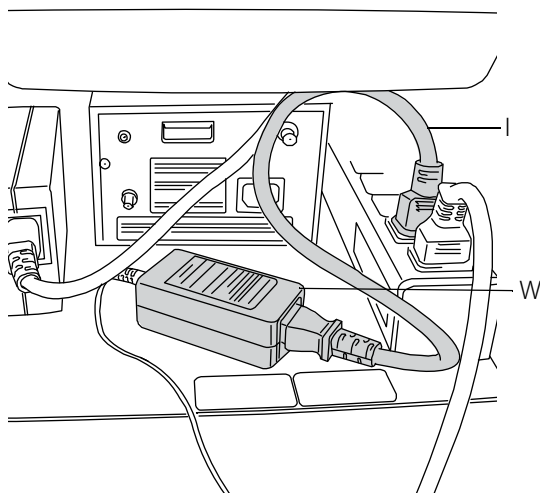

図 2 AC 電源アダプタを斜めに設置する
- 2 AC 電源コード (I) を AC 電源アダプタ (W) に接続し、プラグを MDSe に装備されているテーブルタップに差し込みます。
- 4 もう一方の保護シートをはがし、AC 電源アダプタを MDS の棚の上に斜めに設置します。警告ラベルの上に設置しないように注意してください。図 2 を参照。